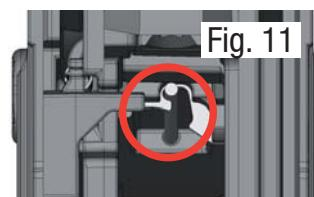

Fig. 11
- Coloque el retén del cargador desde la derecha o la izquierda según le convenga. **ASEGÚRES DE QUE EL MUELLE ENCAJE EN EL RETÉN DEL CARGADOR (FIG. 11)**